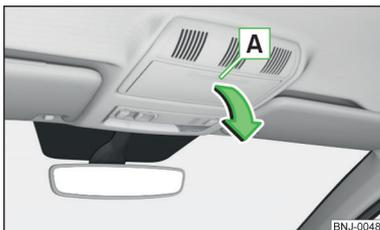

Fig. 76
- Para **abrir**, pressionar sobre a tampa no compartimento de óculos na zona **A**. O compartimento rebate no sentido da seta » Fig. 76.